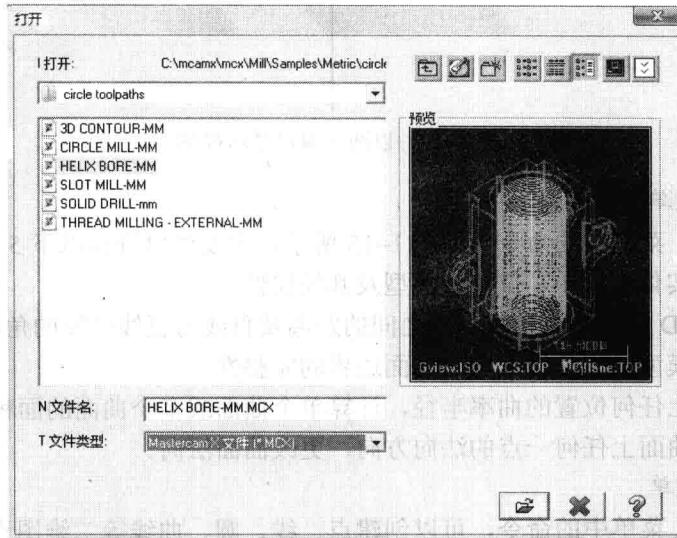

图 1-11 “打开”对话框
(2) 打开文件。打开文件时，单击“打开”对话框中的“预览”按钮，可在文件列表框中预览模型，在“打开”对话框的“文件类型”下拉列表中选择文件类型“Mastercam X 文件 (*.MCX)”，可打开相应的模型文件。如图 1-11 所示。